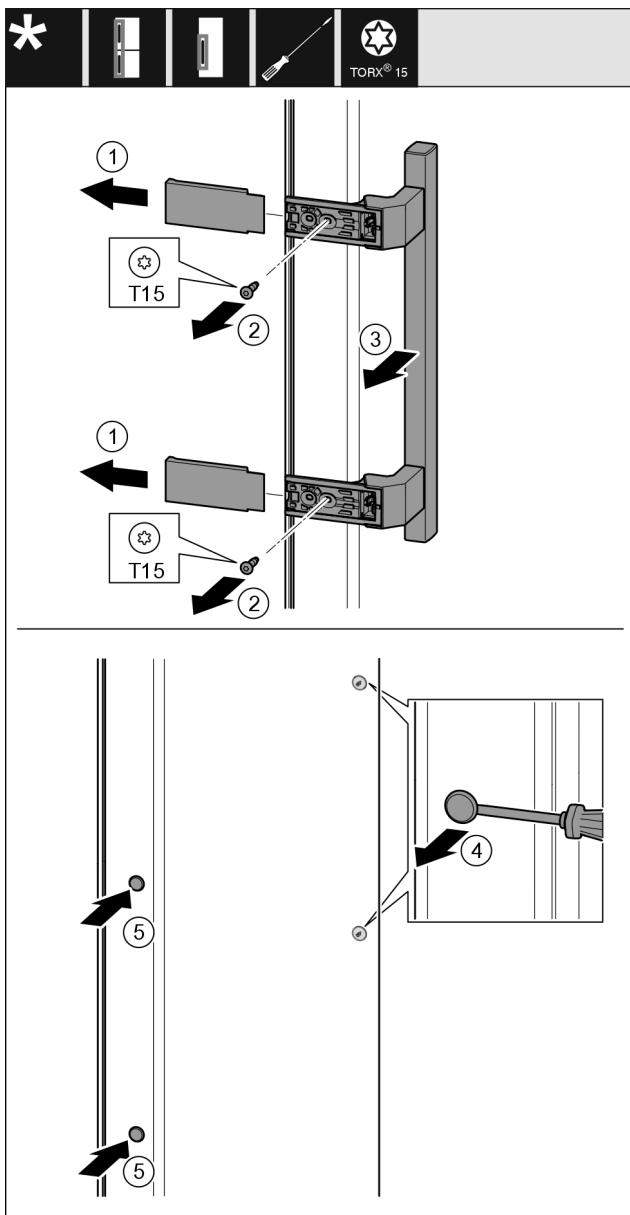

Fig. 20
- ▶ 拆下盖板 Fig. 20 (1)。
- ▶ 用螺丝刀将螺钉 Fig. 20 (2)旋开。
- ▶ 取下把手 Fig. 20 (3)。
- ▶ 用带槽螺丝刀小心地提起侧边的堵头 Fig. 20 (4)并将其拉出。
- ▶ 将堵头 Fig. 20 (5)重新放入另一个侧。